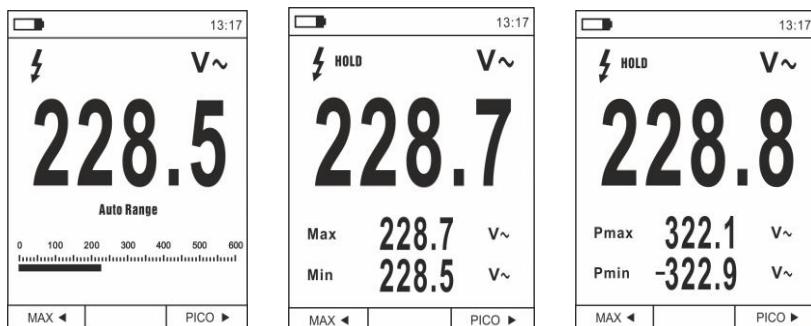

Fig. 9 Medição do MAX/MIN e PICO
1. Premir o botão **MAX** ▲ para entrar na medição dos valores MAX e MIN da grandeza em exame (ver Fig.9 - Os símbolos "MAX" e "MIN" são apresentados no display)
6. Premir o botão **PICO** ▶ para entrar na medição dos valores de Pico da grandeza em exame (ver Fig.9 – parte direita). Os símbolos "Pmax" e "Pmin" são apresentados no display e os valores são atualizados com as mesmas modalidades da função MAX/MIN